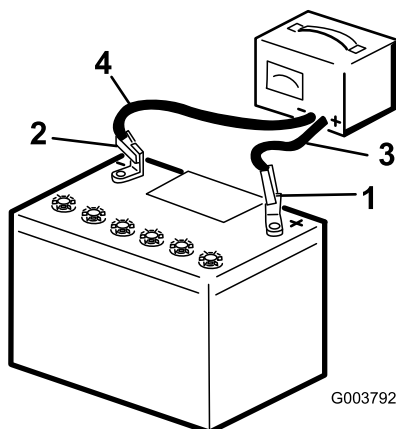

Figura 81
3. Conecte el cable positivo del cargador de la batería al borne positivo de la batería (Figura 81).
4. Conecte el cable negativo del cargador de la batería al borne negativo de la batería (Figura 81).
6. Cuando la batería esté completamente cargada, desconecte el cargador de la fuente eléctrica, luego desconecte los cables del cargador de los bornes de la batería (Figura 81).